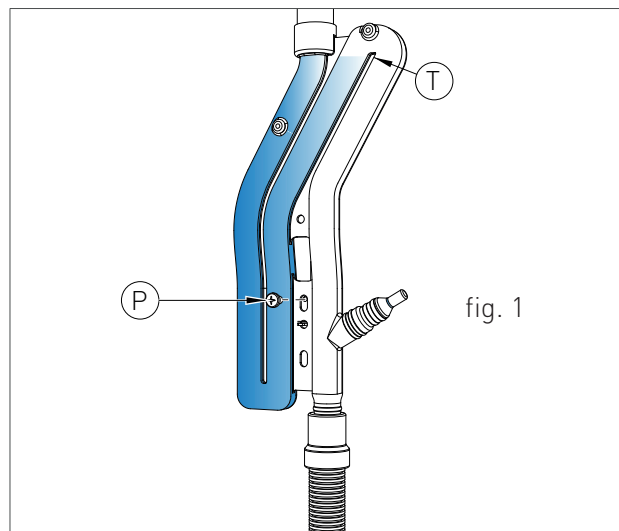

fig. 1
1. allentare leggermente il tappo della valvola jolly posizionata in alto sul blocco a condensazione per permettere all'aria di fuoriuscire dal punto più alto dell'impianto (1-fig.1);
3. collegare un tubo di gomma al rubinetto di scarico posizionato in alto al blocco condensazione e svitare in senso anti orario la valvolina (2-fig.1);
- › Svitare la vite "P" (fig. 1), estrarre il sifone e riempirlo con acqua fino al punto più alto "T" (fig. 1);